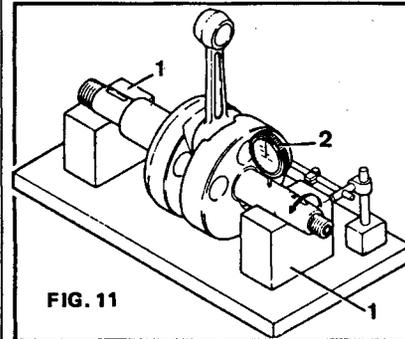

FIG. 11
**b) Faux-rondu du vilebrequin (fig. 11)**
La figure 21 montre le contrôle du faux-rond d'un arbre à cames, et la figure 11 illustre celui d'un vilebrequin. Pour des pièces parfaitement cylindriques (axes